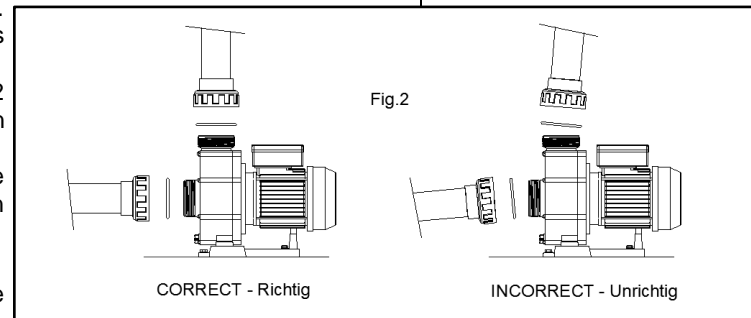

Fig.2
- The connection of the pipe must be threaded into the mouths of the pump using the right accessories (Fig. 2).
- Impulsion tube installation is done totally perpendicularly and is well centred with respect to the nozzle to be connected so as to avoid external pressure being exerted on the pump and the tube. Apart from making assembly more difficult, this pressure could even break them (Fig. 2).
- Suction tube installation is done at a slight angle of 2 % towards the pump, thus avoided siphon formation (Fig.2).
- Die Rohrleitung muss unter Verwendung der entsprechenden Zubehörteile (Abb. 2) an die Eingangsöffnungen der Pumpe angeschraubt werden.
- Installieren Sie die Druckanschlüsse genau senkrecht und in der Mitte der entsprechenden Öffnungen. Damit vermeiden Sie unnötige äussere Krafteinwirkungen auf Pumpe und Rohrleitung, die nicht nur die Montage erschweren würden, sondern auch zu einem Bruch der Teile führen könnten (Abb. 2).
- Installieren Sie die Saugleitung mit einer Neigung von 2% zur Pumpe. Damit wird die Entstehung von Lufttaschen verhindert (Abb. 2).